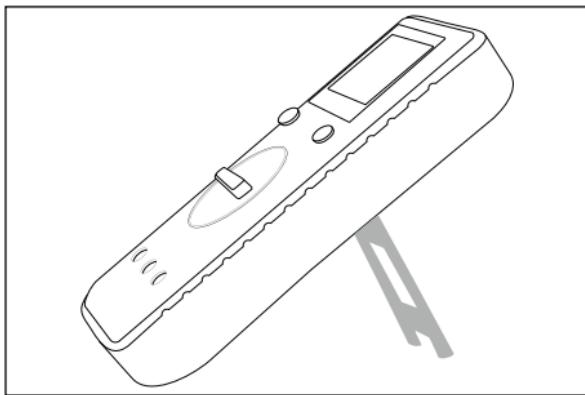

Fig. 4
- ◆ Pour poser l'appareil, déployez le pied au dos de l'appareil (voir fig. 4).